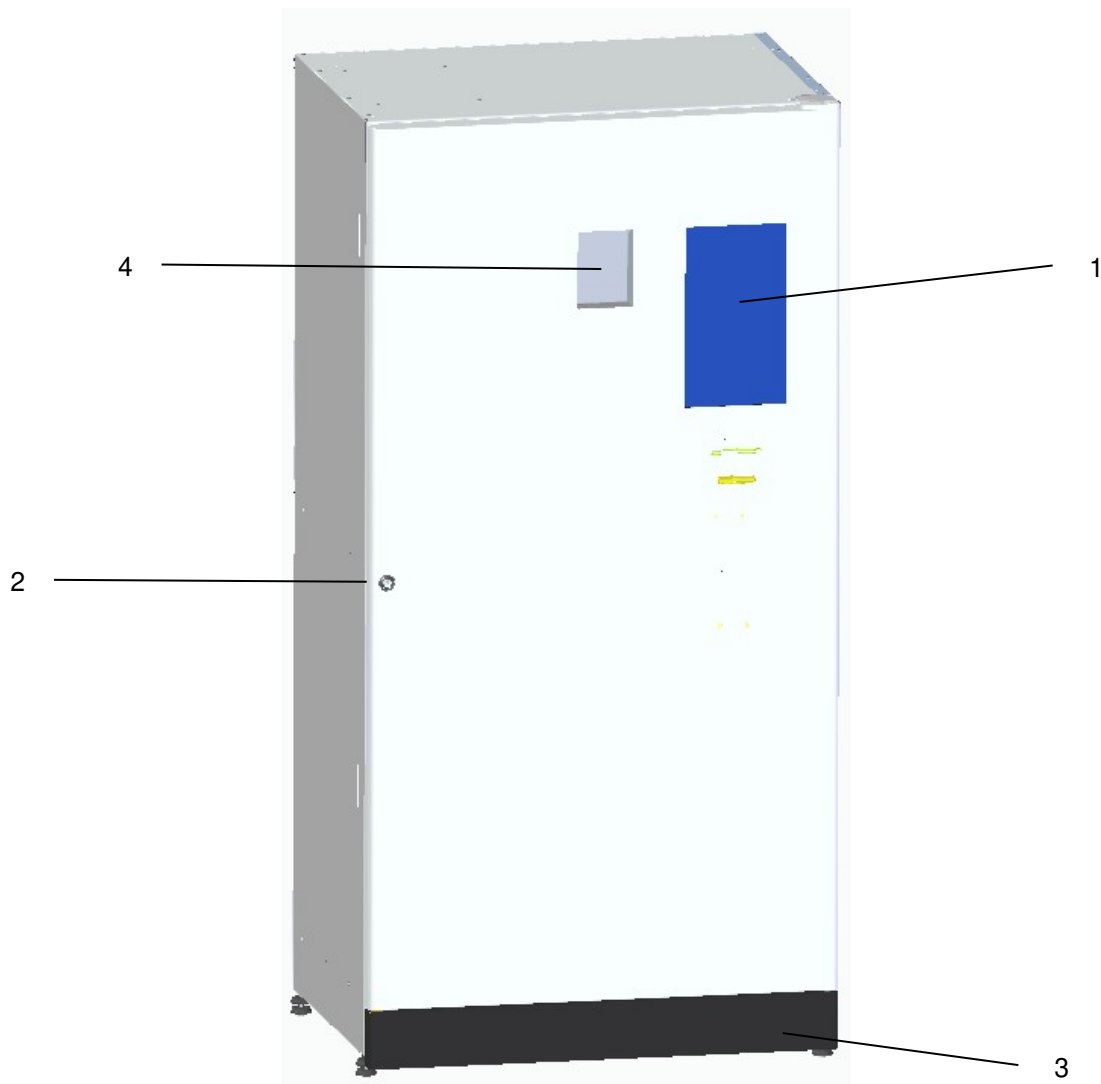

Fig. 3
2. Il display touch (rif. 1 fig. 3) si accende ; attendere fino a che non vi compare la scritta: **“INSERIRE BOTTIGLIA O LATTINA”**